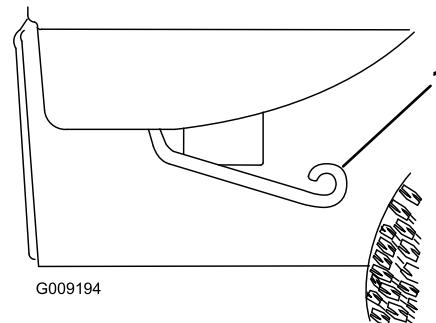

Figura 14
1. Com a alavanca em cada um dos lados, levante a caixa (Figura 14).